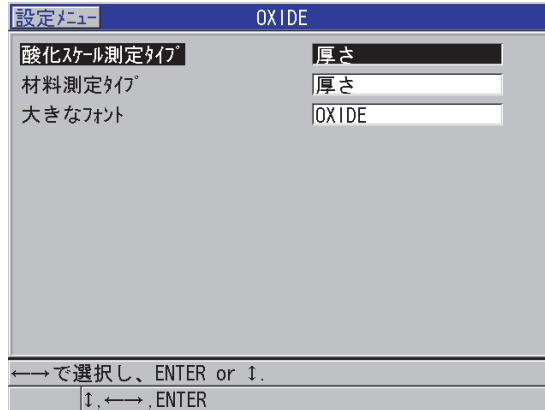

図 7-2 酸化スケール画面
9. 酸化スケール画面 (104 ページの図 7-2) で、以下の操作を行います。